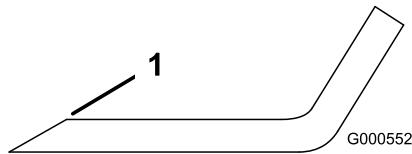

Bild 43
1. Schärfen Sie die Schnittkante an beiden Enden des Schnittmessers mit einer Feile (Bild 43). Behalten Sie